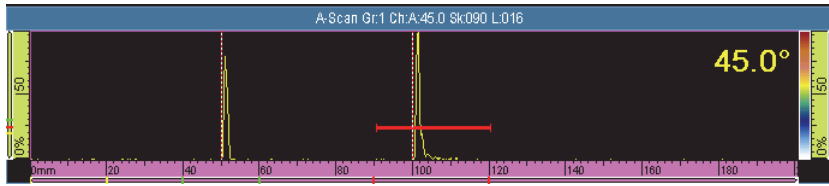

Figura 5-4 Ajuste de la puerta en la segunda señal
- a) En los parámetros **Iniciar** y **Ancho**, introduzca los valores para ajustar la Puerta A en la segunda señal, conforme al método utilizado con la primera señal. Véase la Figura 5-4 en la página 127.